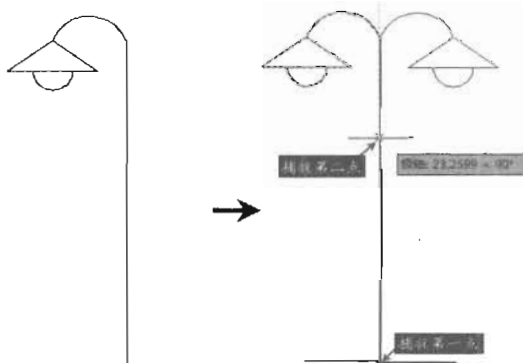

图 4-44
- (1) 打开配套光盘中的“操作示例 4-5.dwg”文件，将素材文件中的路灯对象进行镜像。
- (2) 单击“修改”工具栏中的“镜像”按钮，命令执行过程如下，结果如图 4-44 所示。